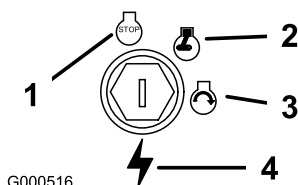

Figura 12
3. Girate la chiave di accensione in posizione Off (Figura 12).